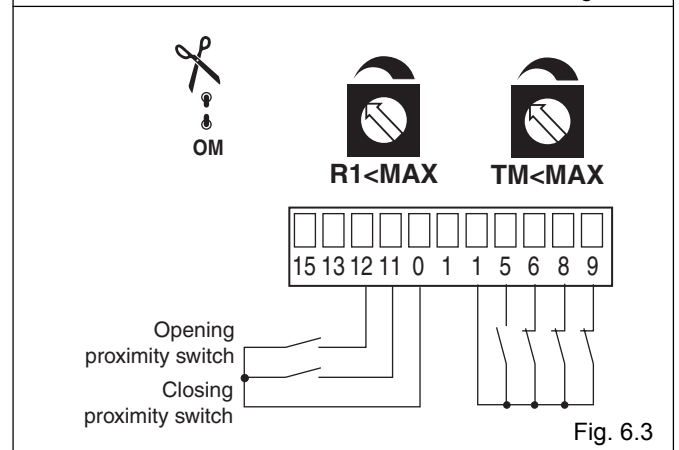

Fig. 6.3
- (Fig. 6.3) **Het paneel stopt op de mechanische aanslagen en keert om op de obstakels**